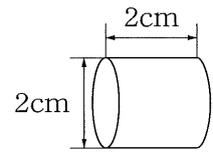

図1
- ① 図1のようなビスマスのペレット20個をステンレスの容器1に入れ火にかけると、ペレットはすべて溶けて液体になった。
- ② 火を止めそのまま放置すると、容器1と接している部分から固まり始めるので、しばらくしてからステンレスの容器2に固化していないビスマスの液体を移した。
- ③ しっかり冷却してから容器1のビスマスを観察すると、ビスマスの液体がなくなった空洞に結晶が作成されていた。
- ④ 容器1から結晶の塊を割って取り出し、その塊の質量を測った。